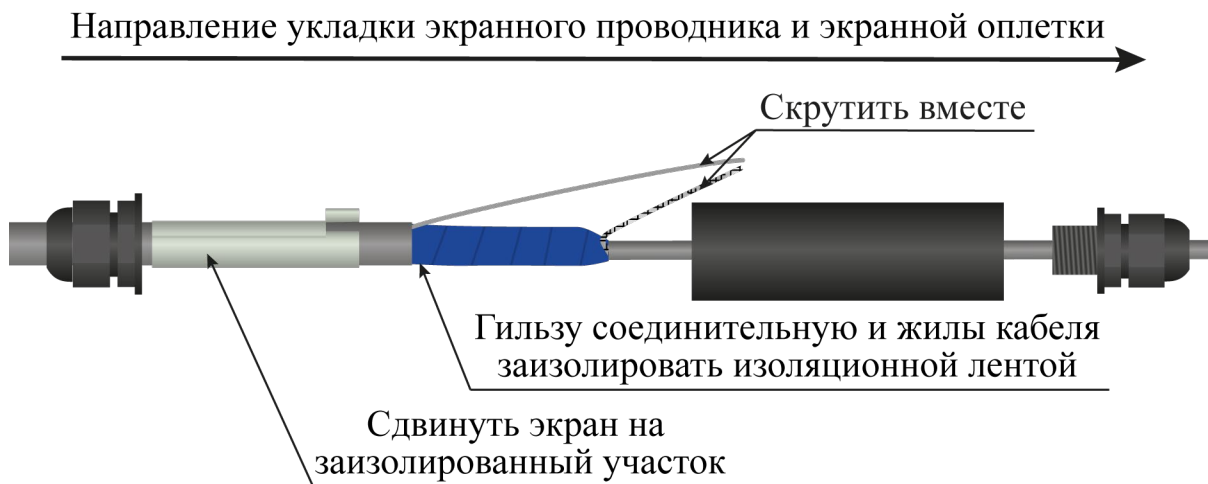

Рисунок 4.24
- гильзу соединительную и жилы кабеля ТППЭп заизолировать изоляционной лентой (рисунок 4.24);
- экранный проводник кабеля ТППЭп направить вдоль гильзы и скрутить с экраном кабеля РК (рисунок 4.24);
- сдвинуть экран муфты переходной на место соединения кабеля ТППЭп и кабеля РК (рисунок 4.24);